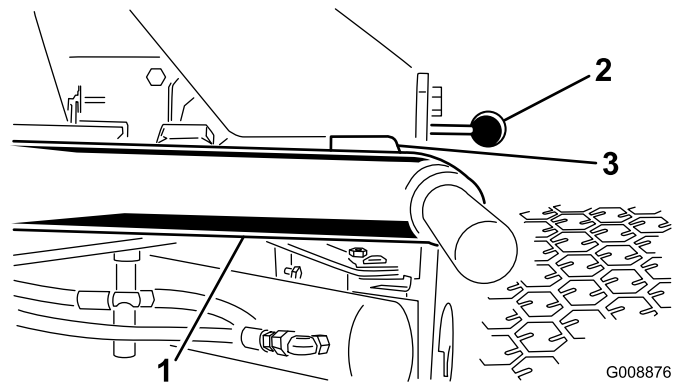

図 25
1. エンジンを始動し、昇降アームを上昇させて、各昇降アームと床面との距離が、5-8 mm になっていることを確認する（図 25）。